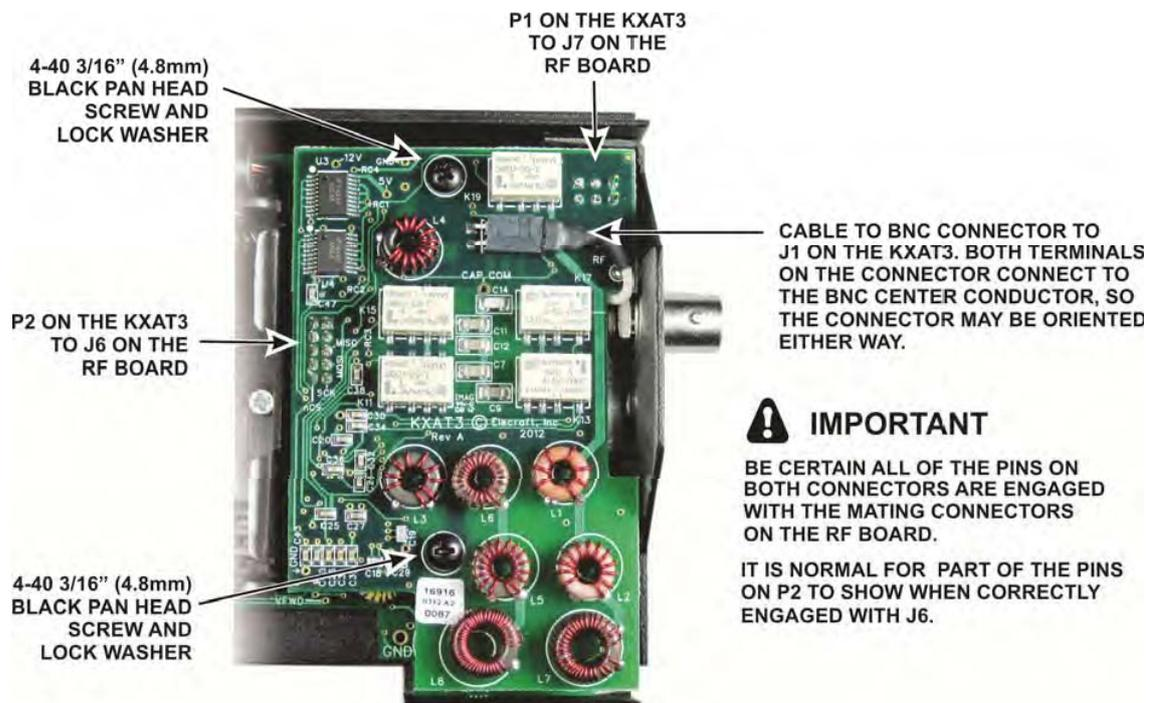

Figure 45. Installing the KXAT3 ATU.
□ KXAT3 ATUオプションを持っていない場合は、このステップをスキップしてください。図45に示されるようなKXAT3をマウントしてください。両方のコネクタのすべてのピンがRFボード上のそれらの反対で従事することを保証するように特に注意してください。ピンをよりはっきり見ることができるよう、P6(バッテリー・ホルダーの近く)でP2を最初に取り付けることは最も簡単であると感じるかもしれません。それは、コネクタで目に見えるP2の上のピンの長さの一部には正常です、適切に連れ添います。